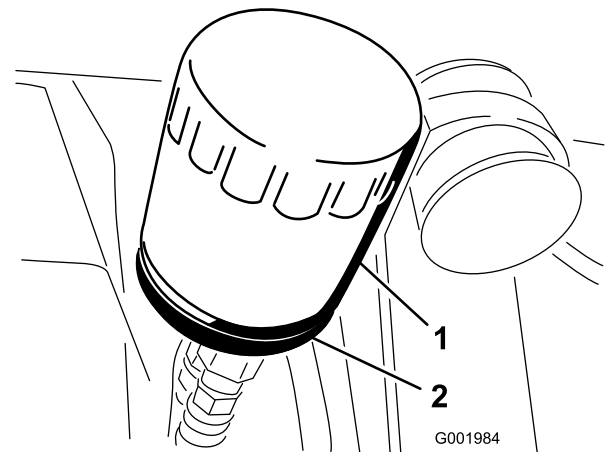

Bild 49
2. Entfernen Sie den Ölfilter (Bild 49).
Sie ihn dann um eine weitere 1/2 Umdrehung fester (Bild 49).